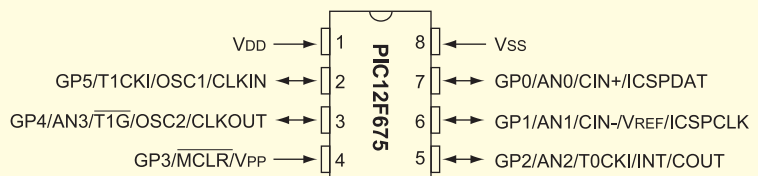

Рисунок 1 PIC12F675. Самый ходовой 8-выводной микроконтроллер Microchip
- PIC12 — микроконтроллеры в 8-выводном корпусе, самое простое семейство. Таймеры, компараторы, АЦП, ШИМ, встроенный RC генератор — вот основной набор периферии, на которую может рассчитывать разработчик (рис. 1).